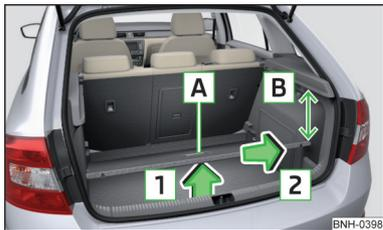

Abb. 98
- › Den variablen Ladeboden am Griff **A** in Pfeilrichtung **1** anheben, sodass sich dessen hinterer Bereich etwa 15 cm **B** unterhalb der Kante der Abdeckung befindet » Abb. 98.
- › Den variablen Ladeboden am Griff **A** » Abb. 98 fassen.
Beim Herausnehmen/Einsetzen des variablen Ladebodens ist der Abstand von 15 cm **B** » Abb. 98 einzuhalten - anderenfalls besteht die Gefahr einer Beschädigung der Gepäckraumklappendichtung.